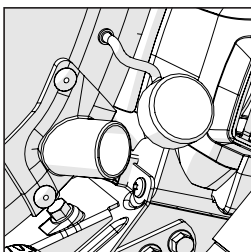

FIG. 13
- Rimuovere il tappo di gomma dall'attacco di aspirazione (Fig. 13) e conservarlo al sicuro per il successivo reinserimento.